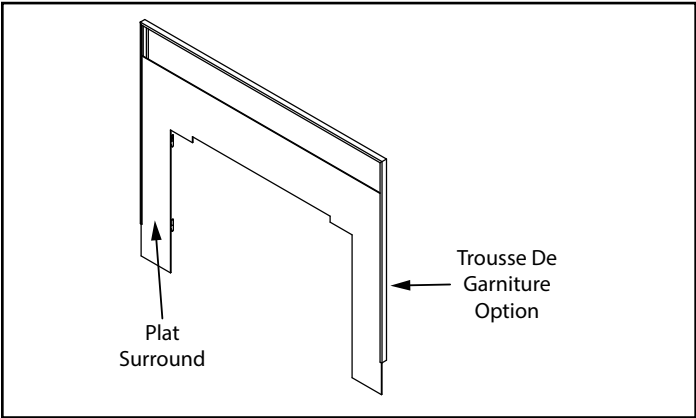

Figure 21.2
4. Faites glisser la garniture sur l'encadrement mat comme indiqué à la Figure 21.2.